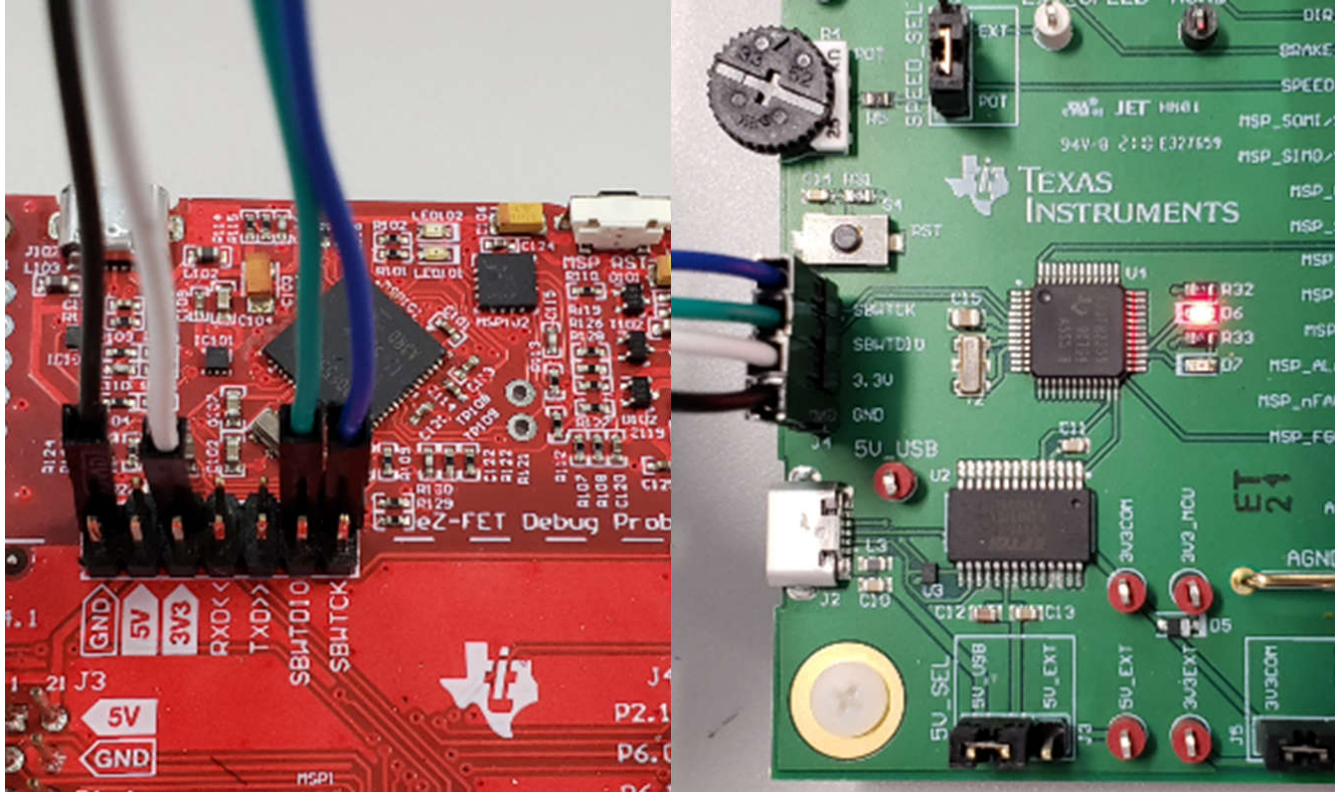

图 8-3. MSP430 LaunchPad eZ-FET 调试探针连接到 MSP430FR2355
2. 将 GND、3V3、SBWTCK 和 SBWTDIO 信号 LaunchPad eZ-FET 侧的顶部引脚连接到 MCF8316DEVM 的 J4 上的各自引脚，如表 8-1 和图 8-3 所示。